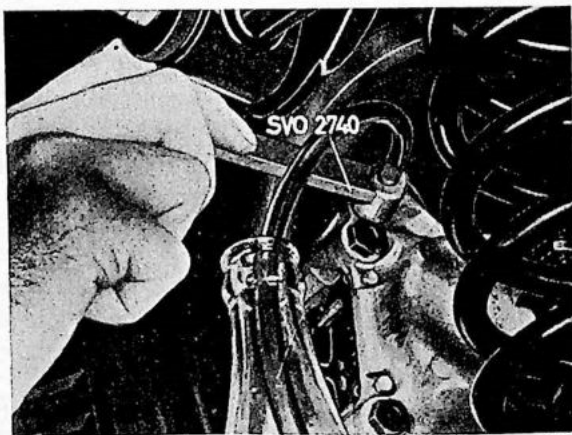

Fig. 5-54. Het ontluichten van de linker achterwielrem
6. Linker achterrem (Fig. 5-54)
1. Linker achterwielrem (Fig. 5-54)